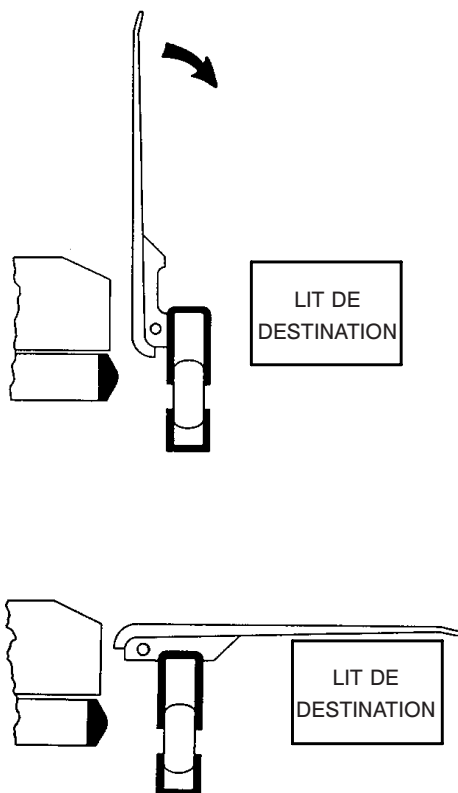

Figure 5 : Planche de transfert
Remarque : La planche de transfert (C) se situe entre la ridelle (A) et le matelas (B), comme illustré dans la Figure 5.
1. Glisser la ridelle (A) à fond vers le bas.
2. Sortir la planche de transfert (C) à partir du bas tout en la soulevant en haut.